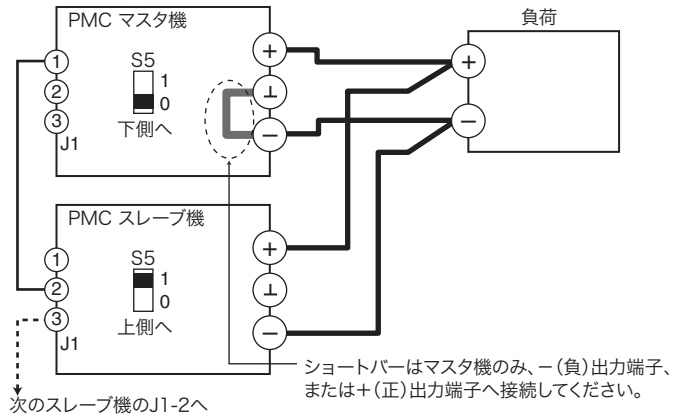

図 4-3 ワンコントロール並列接続および設定
- 4 図 4-3 「ワンコントロール並列接続および設定」のように各機の接続および設定を行います。すべてのスレーブ機の S5 スイッチは、上側 (1) に設定してください。